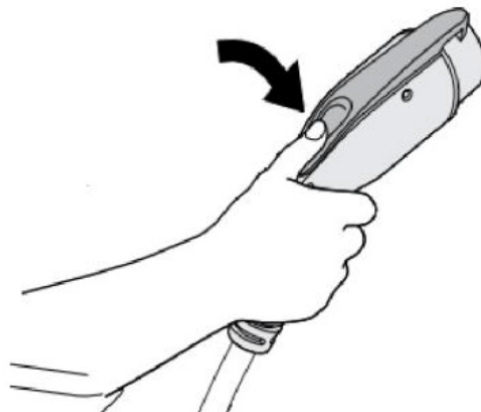

Fig. 6-13 Branchez dans la prise du VE
- ▶ Garez votre véhicule électrique (VE) à sa place, éteignez-le, et mettez-le sous freinage.
- ▶ Comme indiqué à la Fig.6-13, branchez le connecteur de charge dans la prise de charge AC du VE.